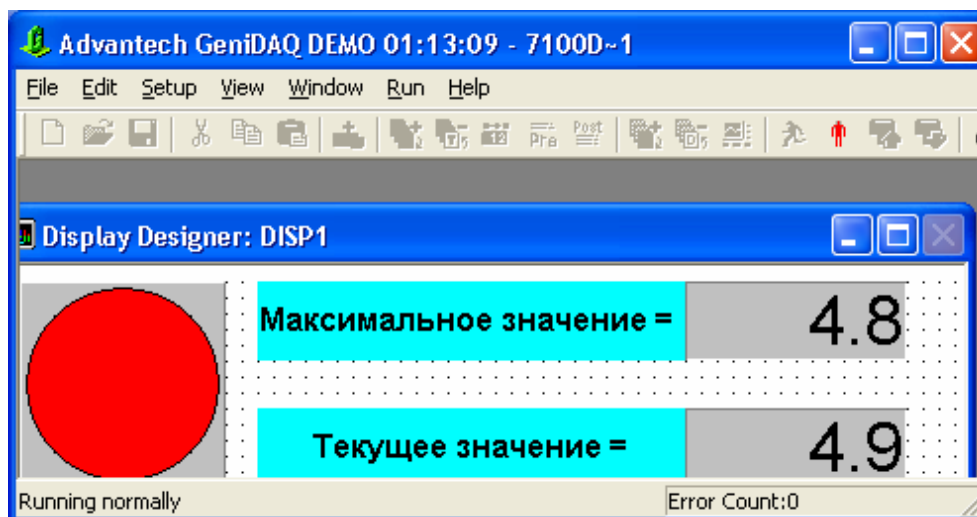

Рис. 4.121. Демонстрация работы проекта в окне отображения
7. *Седьмое действие.* После сохранения файлов созданного проекта запустите созданный проект с помощью кнопки **Start** на панели инструментов (рис. 4.121). В процессе работы приложения обратите внимание на состояние индикатора. Остановить работу проекта можно с помощью кнопки **Stop** на панели инструментов.